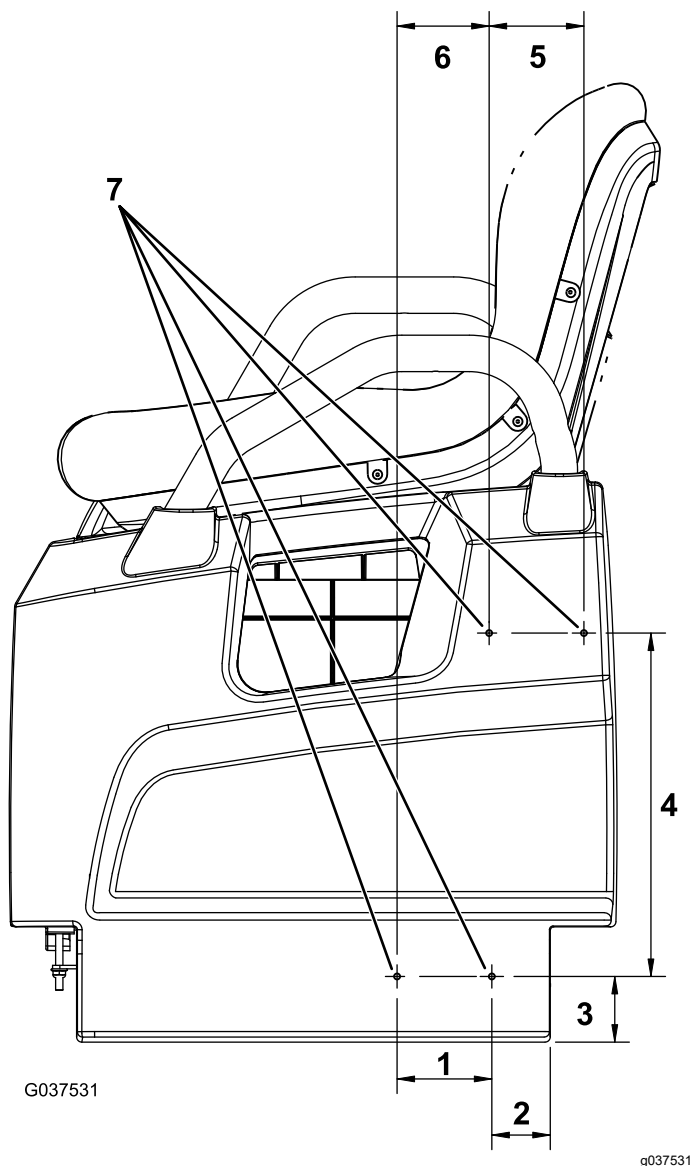

图 10
3. 从步骤 2 中标记位置的左侧向右测量出 83mm 并标记此位置图 10。
4. 从步骤 3 中标记位置的左侧向右测量出 80mm 然后从此位置直接向上测量出 299mm 并标记此位置图 10。
5. 从步骤 4 中标记位置的右侧向左测量出 83mm 并标记此位置图 10。
6. 分别在 4 个标记的位置钻一个 5mm 的孔图 10。
1. 在机器的左侧从座椅底座侧面的左侧底部向上测量出 51mm 并标记此位置图 10。
2. 在该位置的正上方测量出 57mm 并标记该位置图 10。